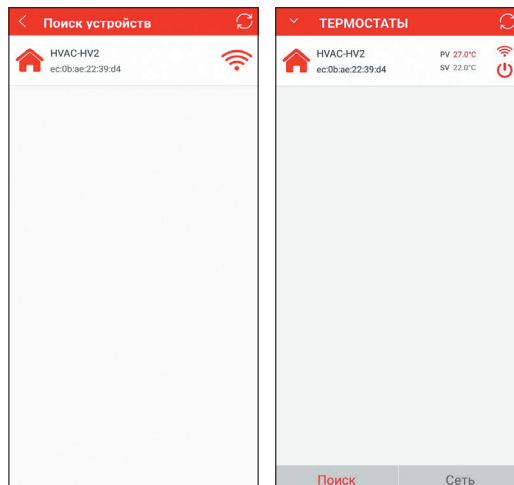

Рис. 10
**8.3.3.** Нажатием на значок  вернуться в окно «Термостаты» и выберите «Поиск». Обновите окно «Поиск устройств» путем нажатия на значок . В списке появится новый термостат, который можно выбрать нажатием, после чего он появится в окне «Термостаты» (рис. 10).